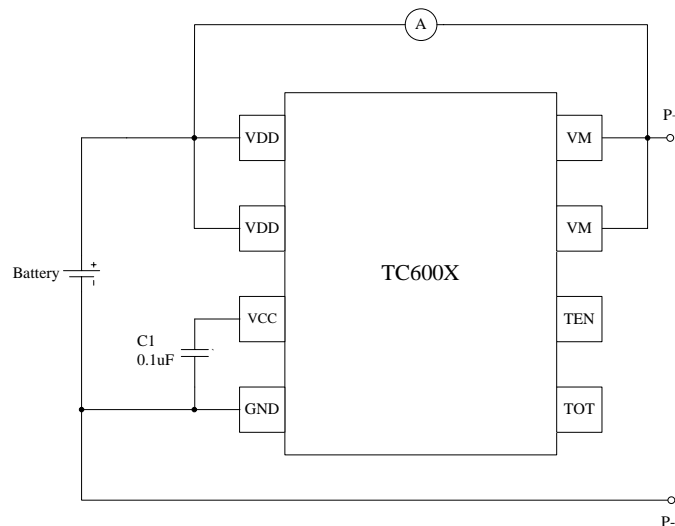

图 4
2. 将万用表设置在电流档，用两根表笔分别接触VDD 端和VM 端。（参见图4）